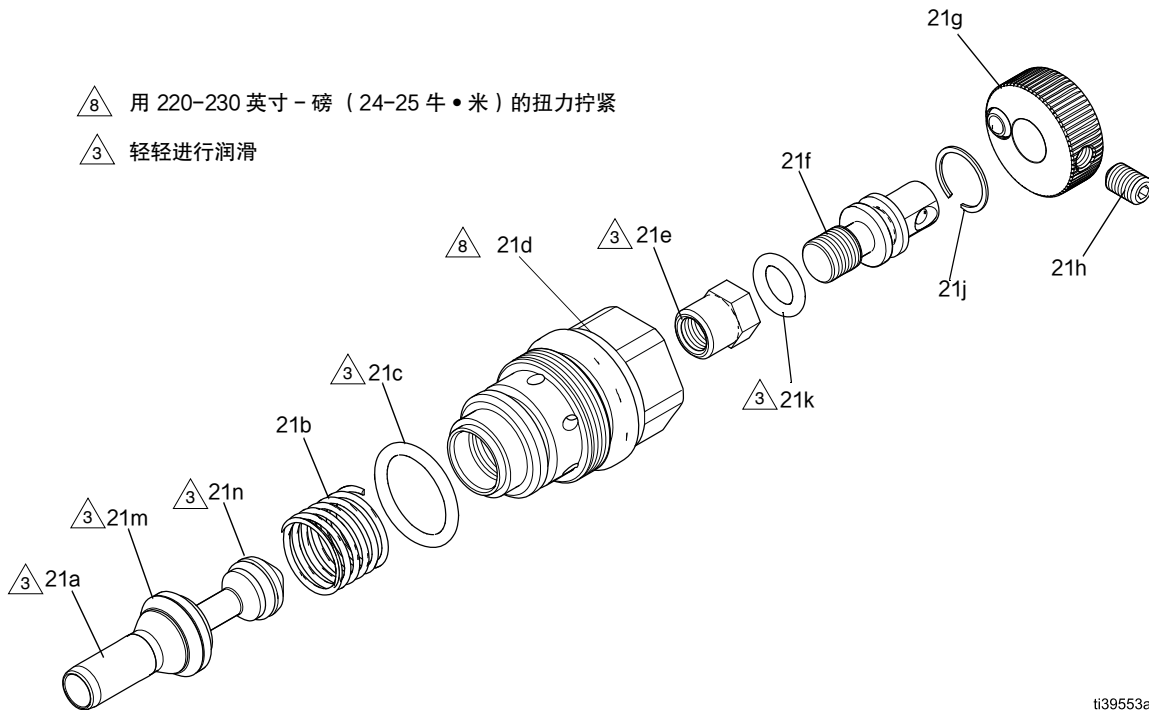

图 48: 空气套筒组件 (用于空气辅助型号)
2. 使用喷枪工具 (29) 从喷枪机身背面松开空气套筒组件 (21)。
3. 将空气套筒组件 (21) 从喷枪中滑出。
4. 拆卸零件。参见图 48。